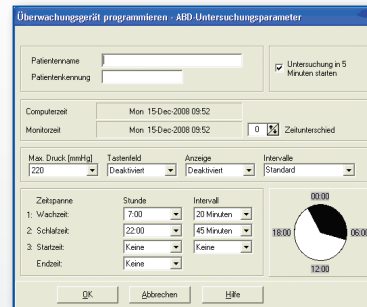

Fig. 4
2. Introduzca los ajustes en el formulario (Fig. 4). Los campos se describen a continuación.